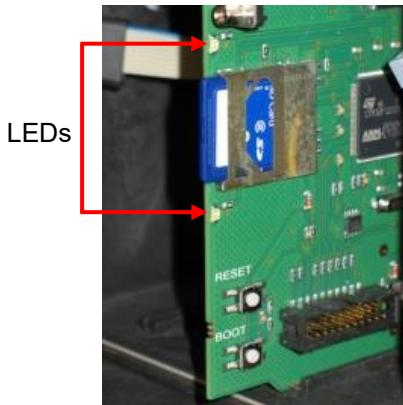

Abbildung 30
8. Der Testomat® startet neu und führt das Update durch. In diesem Modus werden keine Textausgaben gemacht, sondern der Status wird über die LEDs der SD-Karte (siehe Abbildung 30) sowie die LEDs auf der Steuerplatine (siehe Abbildung 32 auf Seite 67) angezeigt. Der Programmierfortschritt wird als Balken mit 5 LEDs auf der Steuerplatine angezeigt: Zuerst blinkt nur LED1 (nahe dem Steckverbinder zur Grundplatine) einmal alle 2 Sekunden, später leuchtet sie dauerhaft, und die nächste LED fängt an zu blinken. Der Vorgang wiederholt sich so lange, bis alle LEDs permanent leuchten. Das Firmware-Update ist damit abgeschlossen. Der Testomat® wird automatisch mit der neuen Betriebssoftware gestartet. Das komplette Firmware-Update dauert ca. 70 Sekunden.